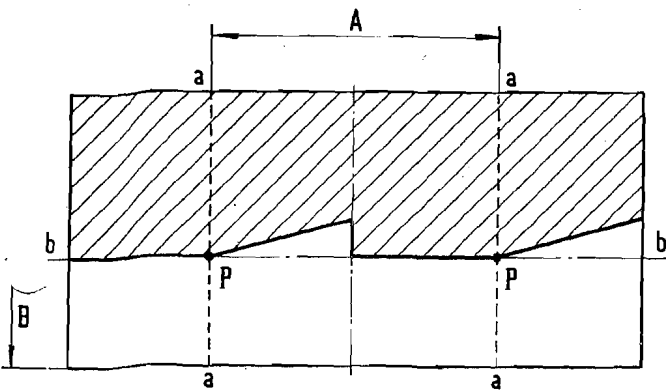

Fig. 141. - Schermo per l'orientamento dei proiettori.
Tracciare sullo schermo (fig. 141) una coppia di linee verticali a-a alla distanza $A = 830$ mm corrispondente all'interasse dei gruppi ottici; dette linee devono essere equidistanti dalla perpendicolare all'asse longitudinale della vettura.
- la linea di demarcazione orizzontale tra la zona scura e quella illuminata sia sulla linea b-b (fig. 141);
- le linee di demarcazione inclinate verso l'alto (circa 15°) partano dai punti di intersezione P (od appena all'esterno di essi) tra le linee verticali a-a con la linea orizzontale b-b (fig. 141).
DATI PER L'ORIENTAMENTO DEI PROIETTORI (FIG. 141)